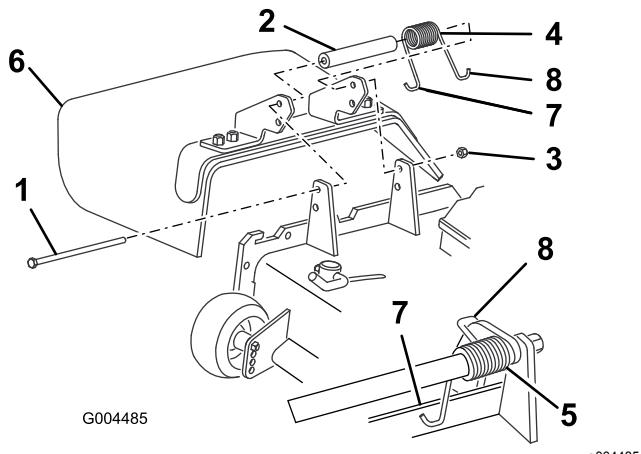

Figura 100
2. Retire la contratuerca, el perno, el muelle y el espaciador que sujetan el deflector a los soportes de pivote (Figura 100).
3. Coloque el espaciador y el muelle entre los soportes del deflector de hierba nuevo (Figura 100).
Nota: Asegúrese de colocar el gancho en J del extremo izquierdo del muelle detrás del reborde de la carcasa antes de instalar el perno, según se muestra en Figura 100.
Nota: Coloque el gancho en J del extremo derecho del muelle alrededor del deflector de hierba (Figura 100).